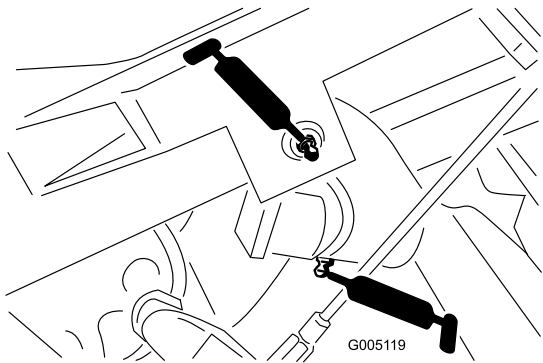

**Figura 37**
- Eje de la horquilla de dirección (1) (Figura 37)
- Extremo de la biela de la dirección (Figura 37)